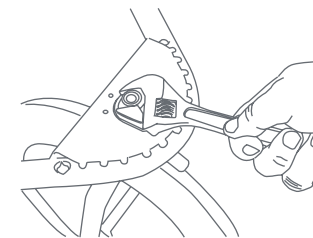

Fig. 6
6) • If you experience front wheel wobble that is beyond what is normal for use while walking or jogging you may have to adjust the front wheel housing nut. This nut is located under the footrest located at the -front of the jogger (Fig. 6). You can use a standard crescent wrench to tighten the nut. **DO NOT OVER TIGHTEN** this can cause damage to the wheel housing.
• Si experimenta un tambaleo en la rueda delantera que es anormal para el uso al caminar, podría tener que ajustar la arandela de la rueda delantera, que se encuentra debajo del reposapiés al frente del carrito (Fig. 6). Puede usar una llave inglesa estándar para ajustar la tuerca. **NO AJUSTE DE MÁS.** ya que podría dañar la arandela.